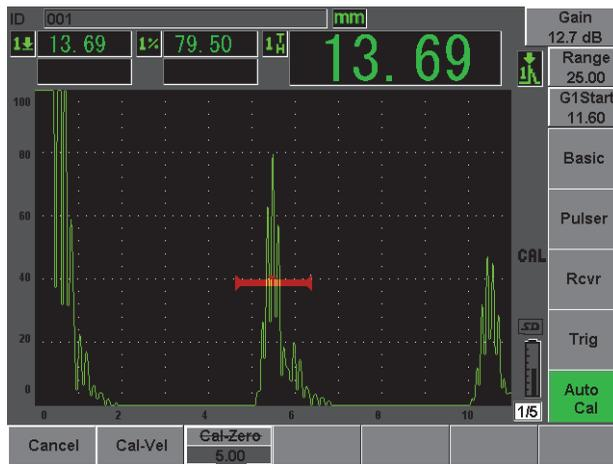

Рис. 2-15 Начало строба 1
10. Доведите амплитуду сигнала до 80 % высоты экрана с помощью функции (**AUTO XX%**) [см. Рис. 2-15 на стр. 52].